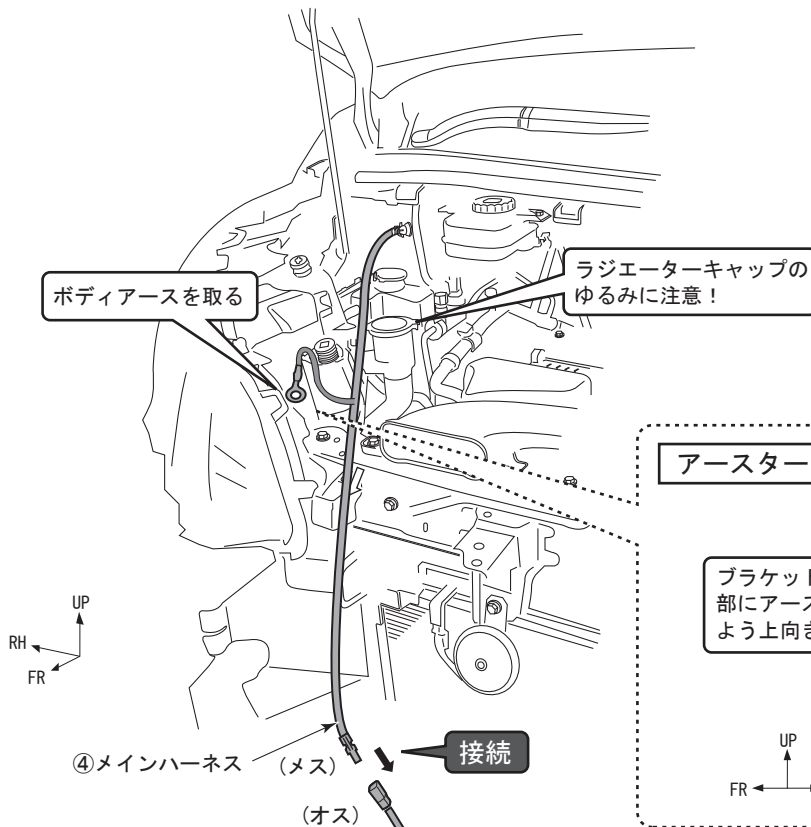

図C-2
- ⑥電源ハーネスの1Pコネクタ(オス)と④メインハーネスの1Pコネクタ(メス)を接続する。(図C-2)